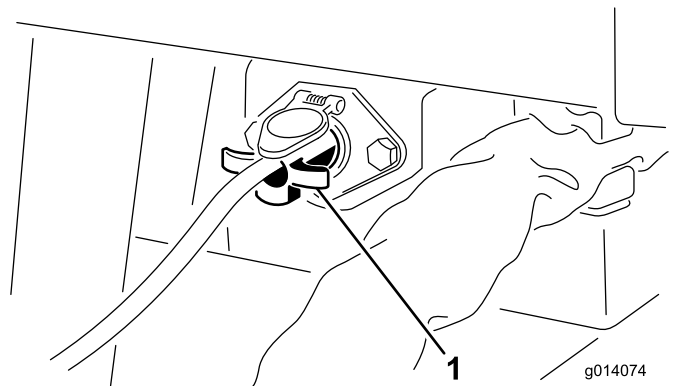

Bild 9
4. Stecken Sie an SH-Modellen den Ein-/Aus-Schalter am Bedienfeld (4-Phasen-Ende) in die Steckdose Anschluss vorne links an der Maschine (Bild 9).